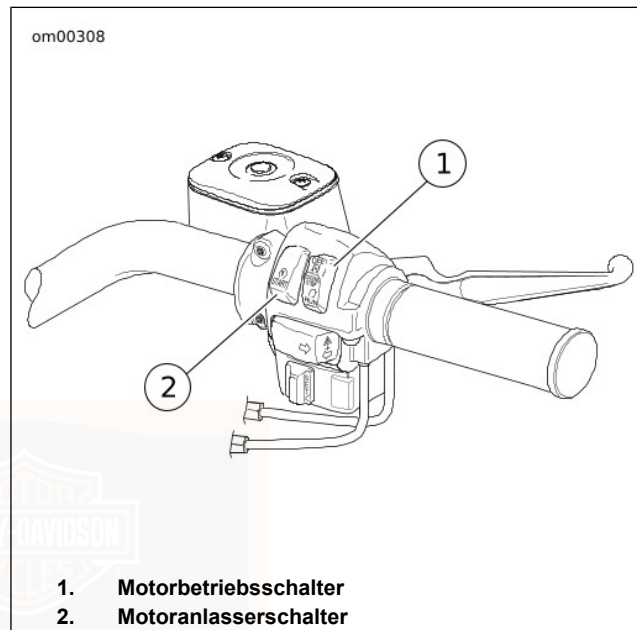

Abbildung 41. Bedienelemente am rechten Lenker:
2. Siehe Abbildung 41. Den Motorbetriebsschalter EINSCHALTEN.